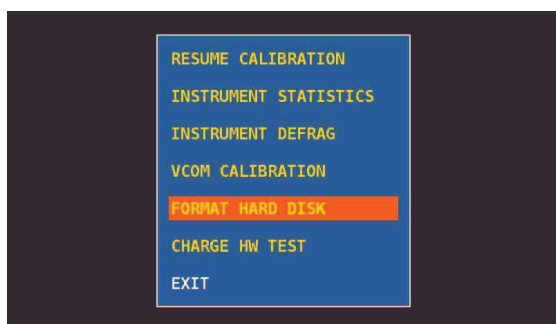

Figure 1: Menu selection "FORMAT HARD DISK"
2. Appuyer pendant au moins 10 secondes **SIMULTANÉMENT** sur les 3 boutons mécaniques, SPECT, PLAN et VOLUME et attendre que le mesureur affiche le menu illustré dans la Figure 1 ;
1. Sélectionner "FORMAT HARD DISK" (figure 1), appuyer sur la molette (ENTER) et attendre l'exécution du processus ;